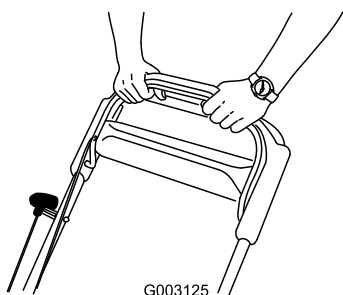

Bild 23
3. Halten Sie den Schaltbügel gegen den Bügel gedrückt (Bild 23).